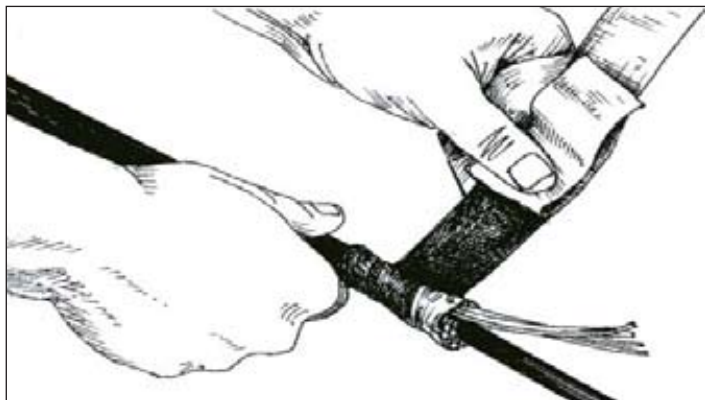

Рисунок 4.37 – Наложение ленты мастичной VM Scotch
4.5.1.10 Удалить 2/3 проволоки у края бандажа. С натяжением намотать поверх ленты 2900R 2-3 слоя ленты мастичной VM Scotch (рисунок 4.37).